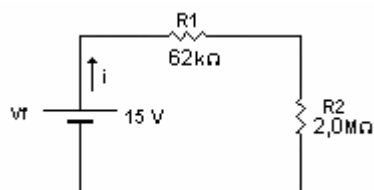

Figura 5 - Circuito para determinar o erro de inserção do voltmímetro.
O circuito para tal propósito é mostrado na figura 5 e para o mesmo determinar o que se pede a seguir.
- Realize o cálculo das tensões em cada elemento do circuito da figura 5 considerando a inserção dos instrumentos e preencha as colunas adequadas da Tabela 2;